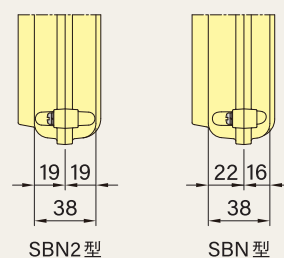

図1 6点ケース右側面図
- ① ケースとウラブタの厚み比率が異なります。図 1 のとおり、SBN2 型がリブを除いたケースとウラブタの厚みが同じであるのに対して、SBN 型はケースがウラブタより 6 mm 厚くなっています。※組み合わせたときの厚みは同じです。
- ② SBN2 型には、標準で補助釦取付部に制御停止釦 (SBU-H1) が組み付けられています。※ $\phi 16.2$  の取付穴が空いているため、購入後ブザースイッチ (SBU-BzS) やパイロットランプに組み替えることはできません。
- ③ ケーブル付押釦スイッチは、SBN2 型のみの販売で、SBN 型にはございません。